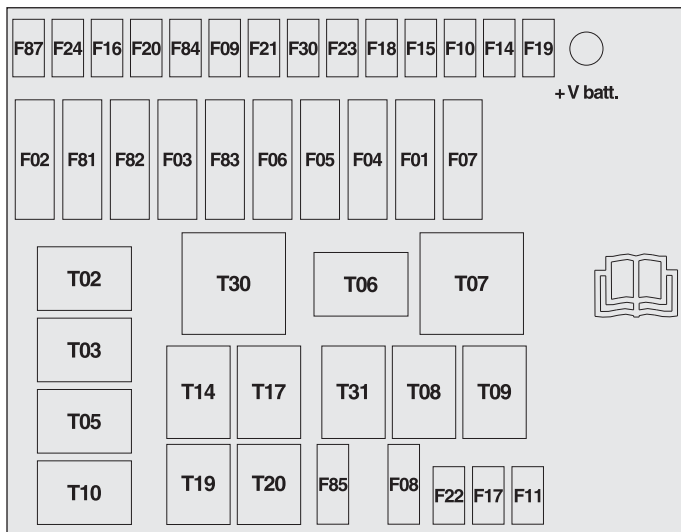

fig. 49
### Centrale compartiment moteur - fig. 49
**Centrale compartiment moteur - fig. 49**
**Centrale coffre moteur - fig. 49**